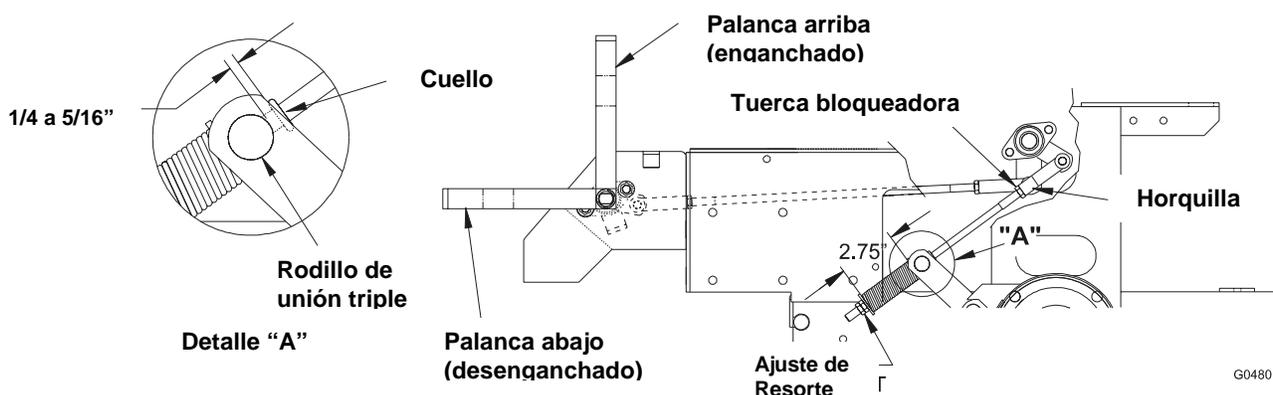

FIGURA 11
Vea Figura 11.
- Mida la distancia entre la unión triple y el cuello de la varilla. La medida debe ser de 1/4" (6.4 mm) a 5/16" (7.9 mm). Vea Figura 11.
- Si es necesario hacer algún ajuste, afloje la tuerca bajo la horquilla. Gire la tuerca (bajo la arandela) hasta obtener la medida correcta (Vea Figura 11), gire la tuerca en dirección a las manecillas del reloj para aumentar la separación (enroscar la varilla dentro de la horquilla) y contra las manecillas del reloj para disminuir la separación (desenroscar la varilla de la horquilla). Ajuste la tuerca contra la horquilla y controle el lado opuesto de la unidad, repita si es necesario.